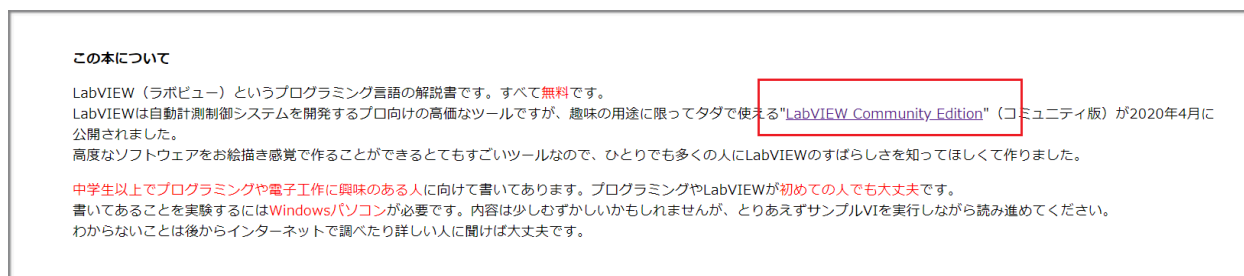

図 2-6 LabVIEW Community Editionへのリンク
1. このドキュメントのダウンロードサイトから、LabVIEW Community Editionへのリンクをクリックします (図 2-6)。